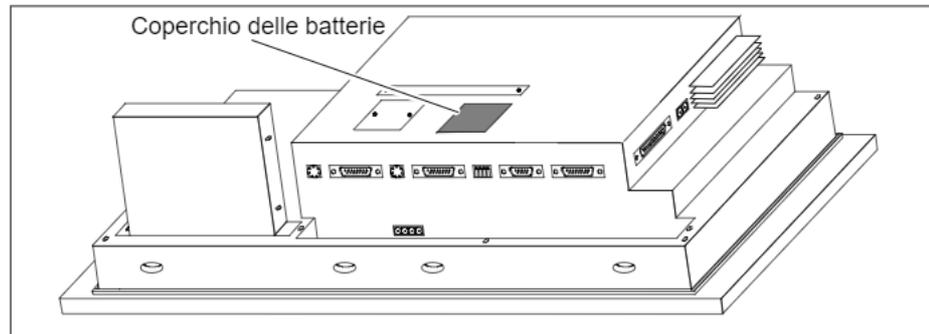

Figura 6-8 Posizione del coperchio delle batterie
1. Se si è montato un modulo di tasti diretti è necessario che questo venga smontato (sezione 5.2.1) per raggiungere il coperchio delle batterie (vedi figura 6-8).